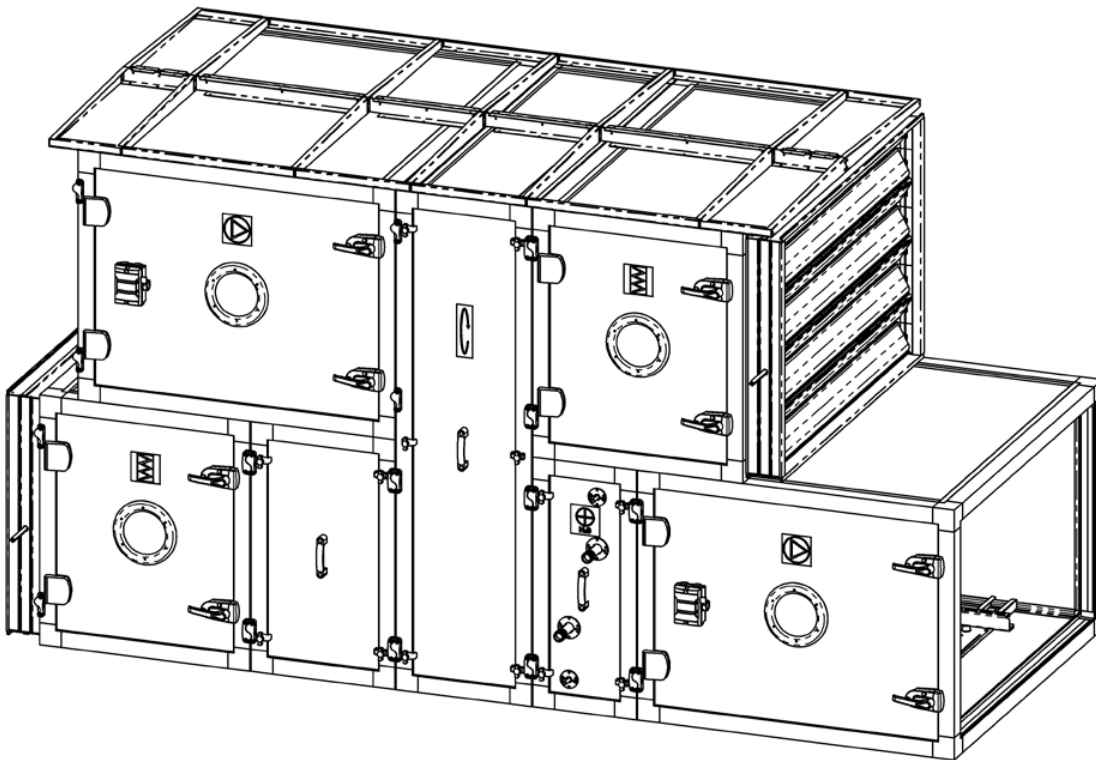

Abbildung 5.3
4. Montieren Sie die andere Seite des Rahmens auf die gleiche Weise wie die erste. Der montierte Rahmen ist in Abbildung 5.3 dargestellt.